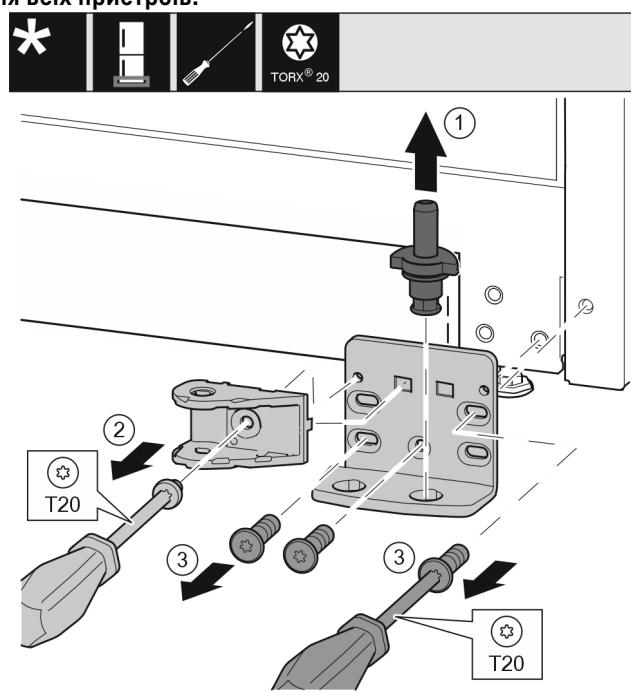

Fig. 34 *
- Опорний гвинт цілком витягніть рухом вгору. Fig. 34 (1)*
- Викрутіть гвинт за допомогою викрутки T20 та зніміть з'єднувальний елемент демпфера. Fig. 34 (2)
- ▶ Викрутіть гвинти за допомогою викрутки T20 та зніміть опорний кронштейн. Fig. 34 (3)*